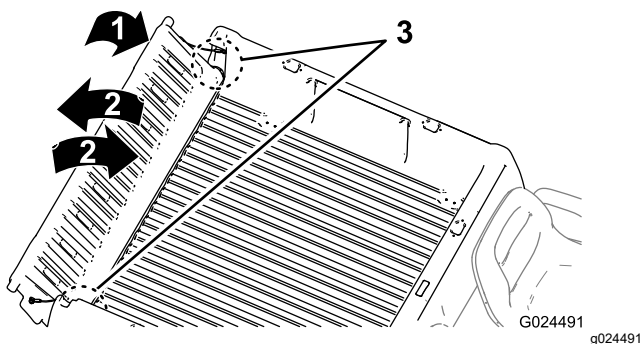

Рисунок 17
2. Установите откидной борт в положение под углом приблизительно 45° (Рисунок 17).
3. Короткими движениями, встряхивая, переместите откидной борт назад и вперед несколько раз (**Рисунок 17**).